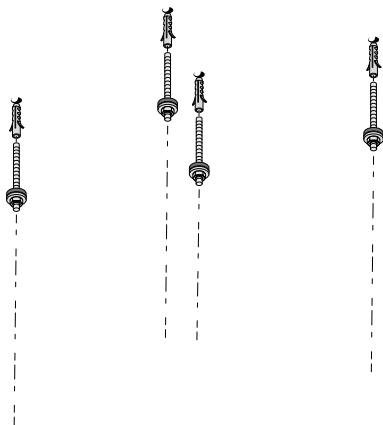

Fig. 2
2. Insérer les chevilles choisies dans les trous (fig. 2).